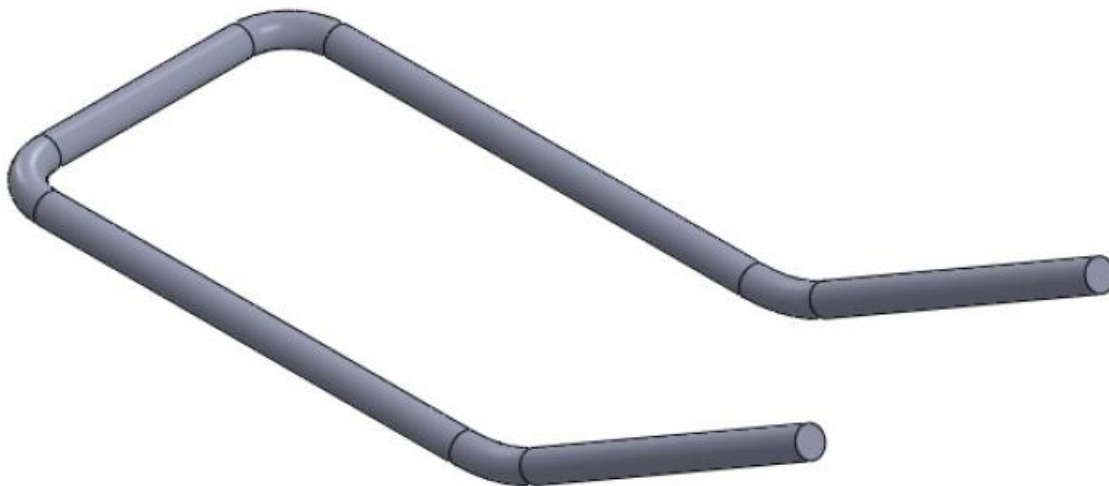

Рисунок 6.24 – Фінальна модель для Завдання 3
- в) Виконайте протяжку профілю вздовж траєкторії (див. рис. 6.24).